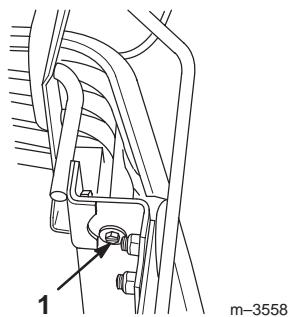

Figure 58
2. Soulevez le capot et dévissez les deux vis et rondelles de fixation de la grille (Fig. 58).